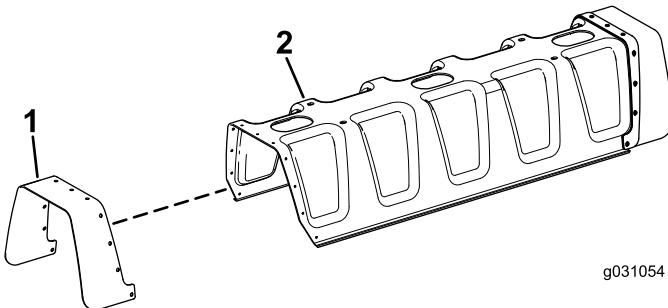

図 2
1. センターブームカバーの穴に、ゴムカバーの穴を合わせる図 2。